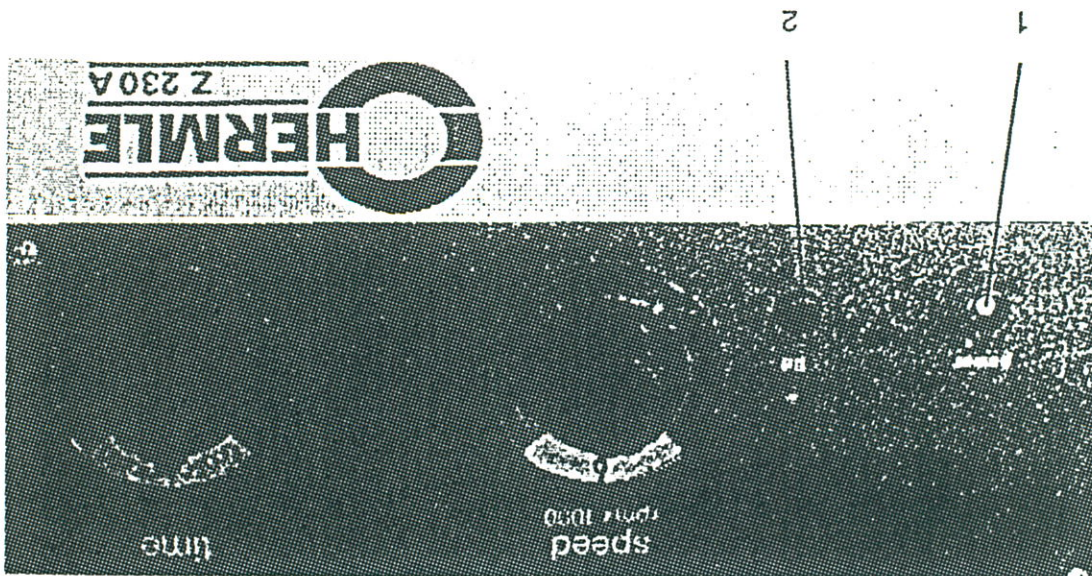

FIG 2
- Tænd for hovedafbryderen "POWER" (1). Den gule lampe (1) lyser.
- Tryk på knappen "LID". Låget kan nu åbnes. (Se fig 2.)